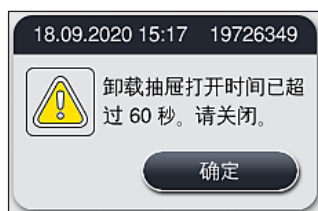

图 91
- 如果卸载抽屉的打开时间超过 60 秒, 用户将收到一条信息消息 (→“图 91”)。